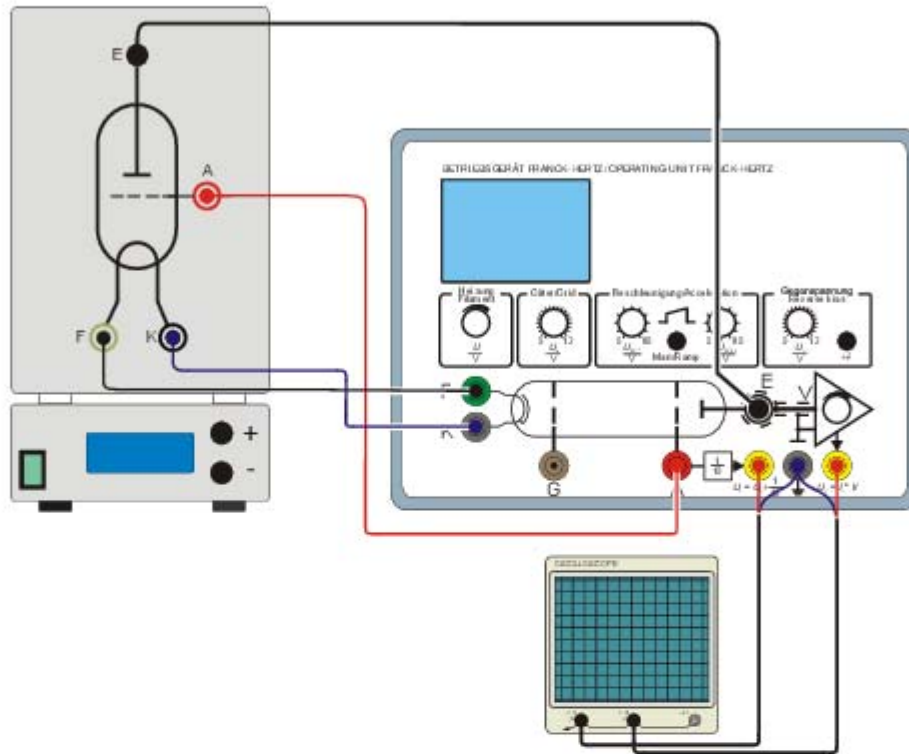

Fig. 1 Experimenteller Aufbau Franck-Hertz-Röhre mit Hg-Füllung
- Die Ein- bzw. Ausgänge „A“, „F“ und „K“ miteinander verbinden (siehe Fig. 1).